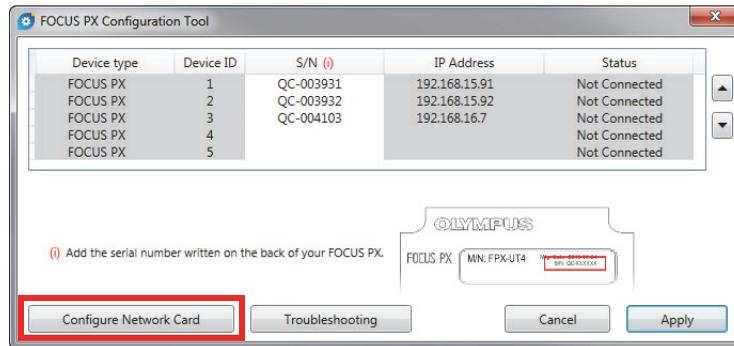

図 5-2 ネットワークカードの構成の開始
3. [ **Configure Network Card (ネットワークカードの構成)** ] をクリックします (図 5-2 ページの 25 を参照)。
| 図 5-2 | ネットワークカードの構成の開始 .....                  | 25 |